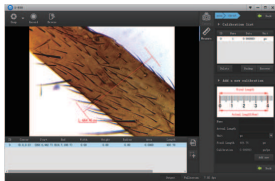

図 11
4. 「編集」機能をクリックして試料の複数の測定データを校正すると、「バックアップ」で校正データをファイルとしてバックアップおよび保存できます (図11)。